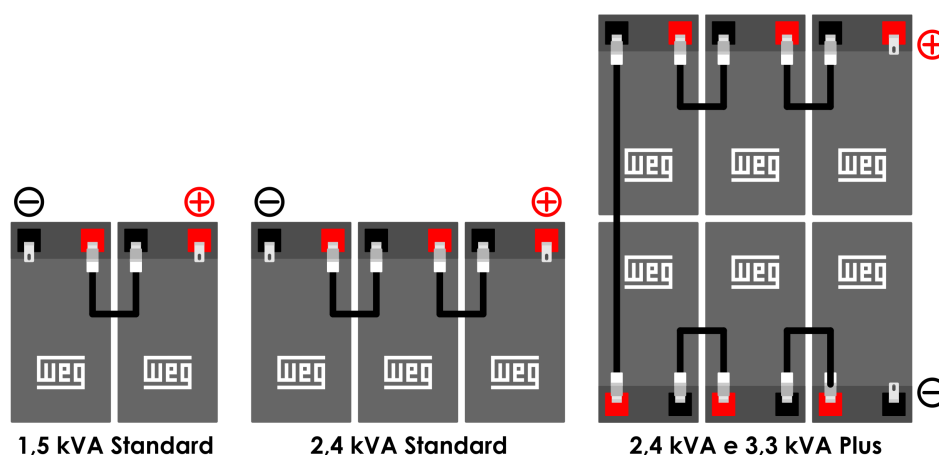

Figura 5.7: Conexão das baterias internas do Office Senoidal
- Acesse os cabos preto e vermelho da bateria. Remover o invólucro de proteção dos terminais e conectá-los à bateria, conforme a Figura 5.7.